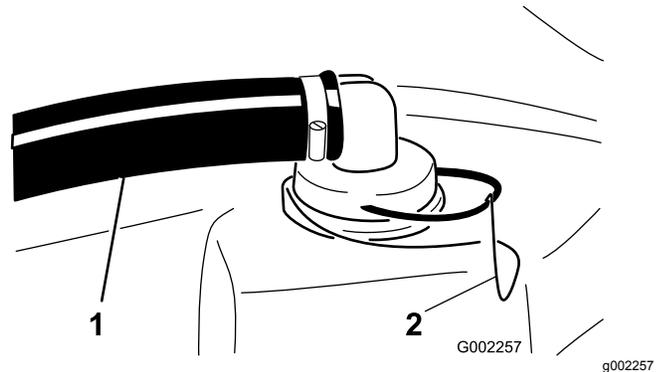

Figure 48
2. Retirez la fixation du raccord rouge monté sur le gros flexible en haut de la cuve (Figure 48).
3. Débranchez le flexible de la cuve (Figure 48).